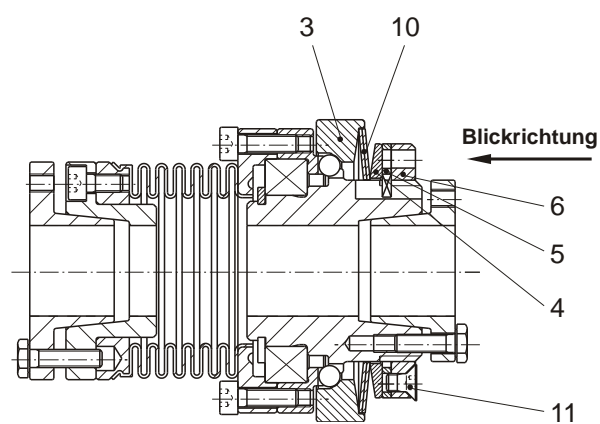

Bild 11
Drehen der Einstellmutter (6) innerhalb des Betriebsbereichs im Uhrzeigersinn bewirkt eine Verringerung des Drehmoments. Drehen gegen den Uhrzeigersinn erhöht das Drehmoment. Blickrichtung auf die Einstellmutter (6) wie in Bild 11 und 12.